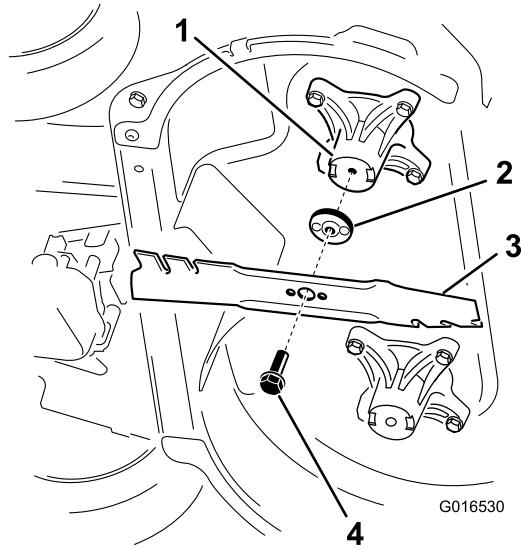

Bild 42
- Entfernen Sie jedes Messer, siehe Bild 42.
1. Montieren Sie das erste Messer so, dass es horizontal ist, und all Befestigungen, wie in Bild 42 dargestellt.